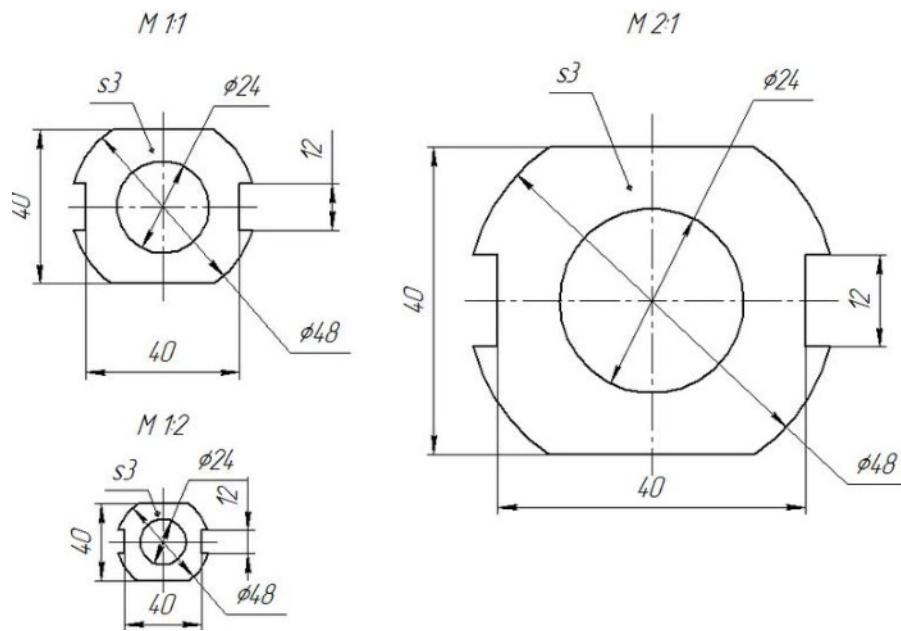

Рисунок 19
13. Размеры проставляют действительные, независимо от масштаба. Угловые размеры при уменьшении и увеличении изображения не изменяются (Рис.19)